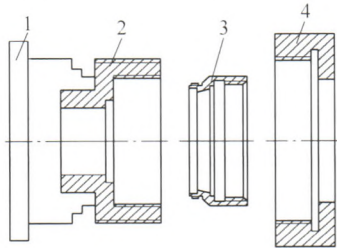

图 3
(3) 精加工做一带压帽的工装 (见图 3)，将零件装于工装中，靠压帽实现轴向压紧来加工孔 $\phi 106^{+0.035}_0$ mm 和内螺纹 M110 × 0.75 - 6H，工装孔与零件外径配合间隙不大于 0.02 mm。